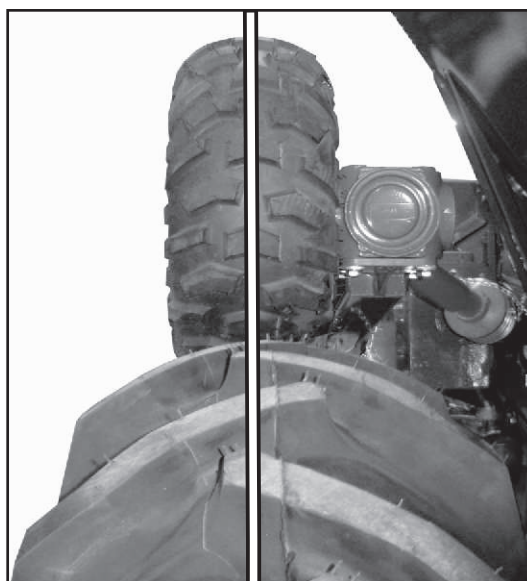

Figura 27
- Sempre manter o pneu de acionamento da esteira (pneu 18x8.5-8 ATV MAX), centralizado com o pneu da máquina, como mostra a Figura 27.